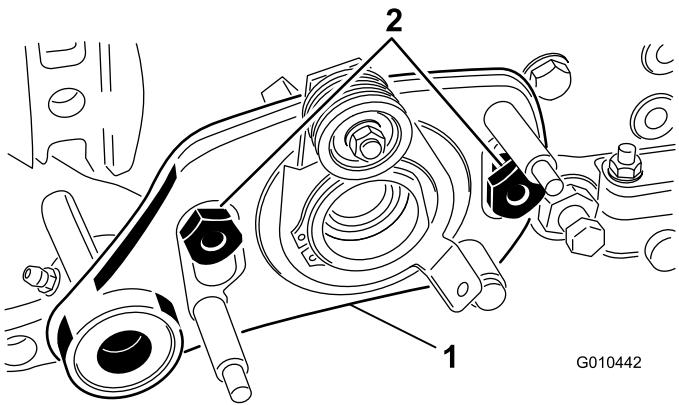

Figure 35
- Enlevez les 2 écrous à épaulement qui fixent l'entraînement du groomer aux adaptateurs des plaques latérales (Figure 35).